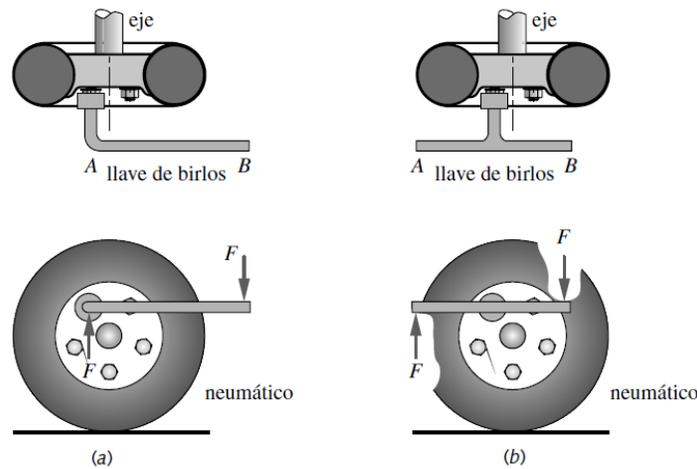

Figura 1: Problema 1: Dos modelos de llaves comunes
- En la figura 1 se muestra la rueda de un automóvil con dos estilos de llaves comunes que se utilizan para apretar los birlos, una llave con un solo extremo en (a) y una llave con dos extremos en (b). En cada caso, se requieren las dos manos para proporcionar las respectivas fuerzas en A y B, como se indica. La distancia entre los puntos A y B es de 1 pie en ambos casos. Los birlos requieren un torque de 70 lb-pie. Dibuje diagramas de cuerpo libre para ambas llaves, luego determine las magnitudes de todas las fuerzas y todos los momentos sobre cada llave. ¿Existe alguna diferencia entre los modos en que las dos llaves ejecutan su tarea? ¿Un diseño es mejor que otro? Si es así, ¿por qué? Explique su respuesta.